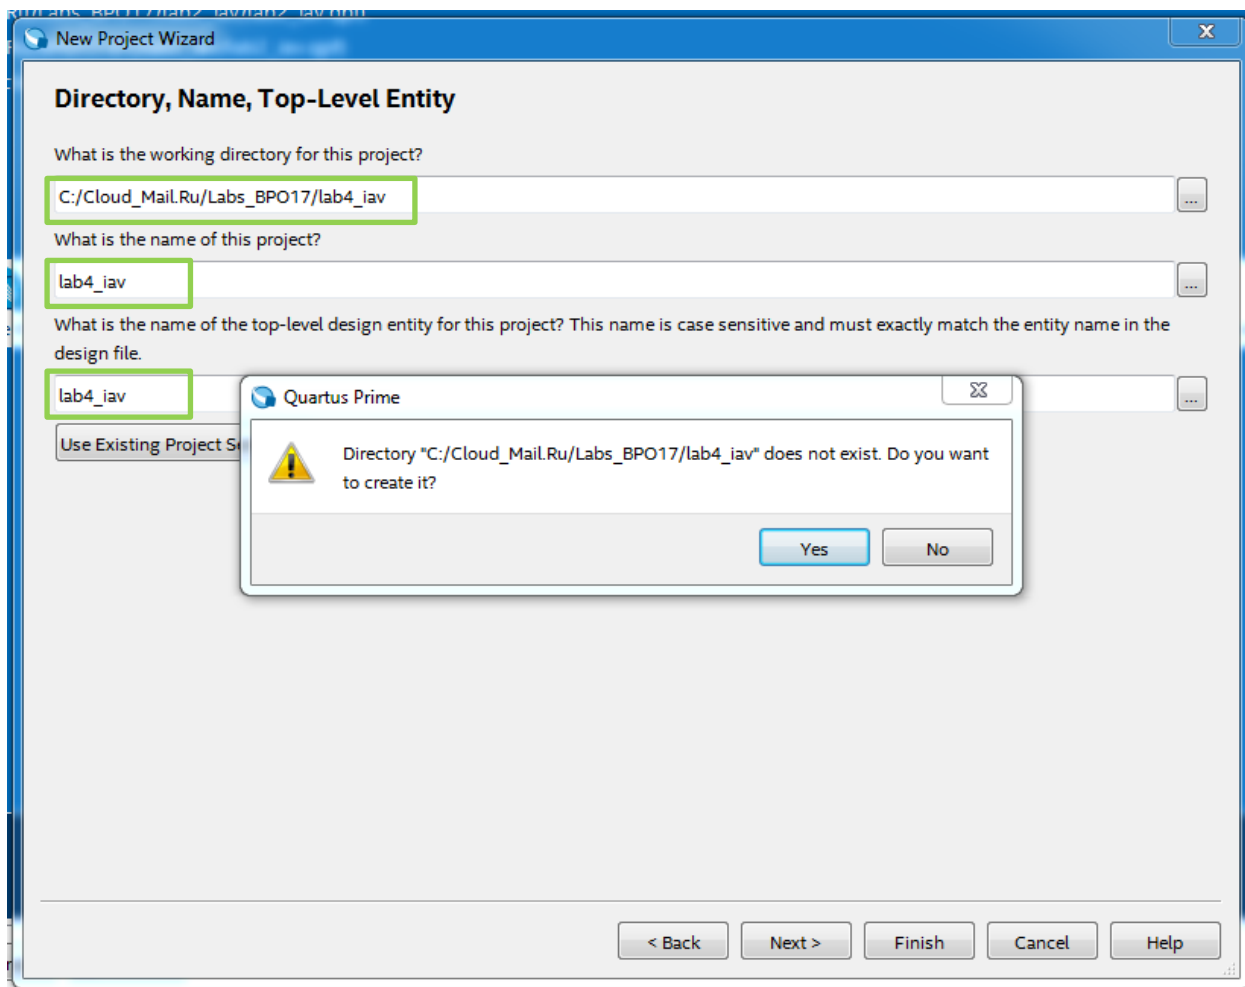

Рис.1 Окно выбора директории для установки проекта
1.3. В окошке “**Directory, Name, Top-Level Entity**” (рис. 1) задайте (или выберите существующую) директорию с проектами и название проекта **lab4\_<fio>** (<fio> – аббревиатура на латинице из первых букв ФИО).